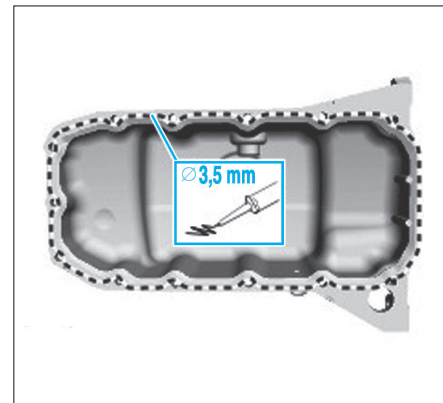

Fig. 19
- Appliquer un cordon de pâte d'étanchéité sur le plan de joint du carter d'huile (Fig.19).